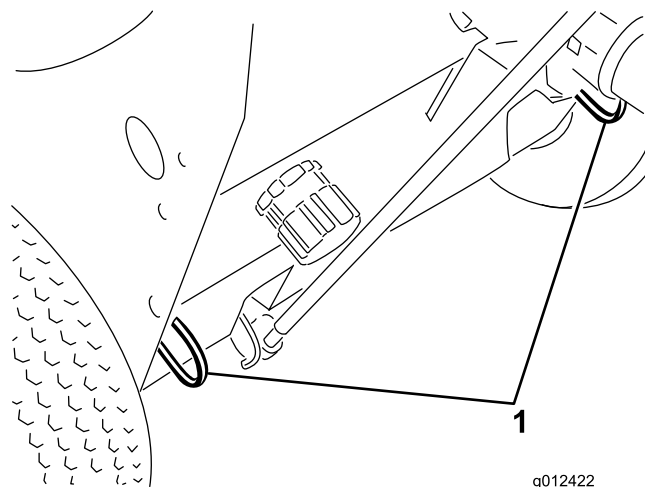
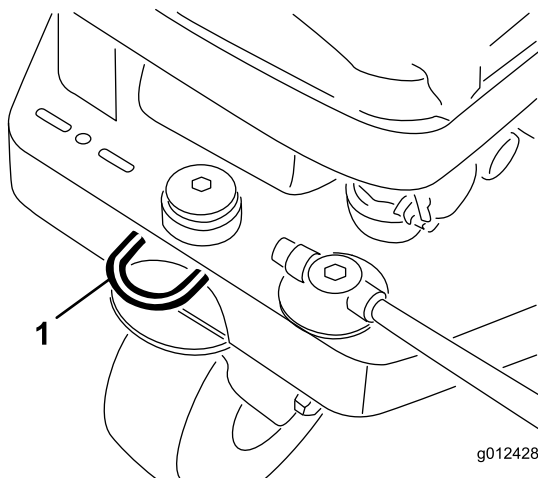

図 35
図 36
- ・ 機体をチェーンやケーブルやロープなどでトレーラやトラックに、ロープがけ部分（図 35と図 36）を使ってしっかりと固定する。